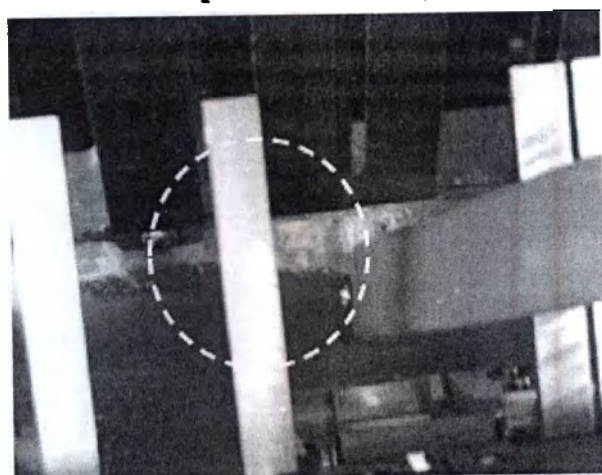

Рисунок 5R
5. Для очистки области, отмеченной С, используйте меньшую головку (сторона С) инструмента в области С. Перемещайте инструмент горизонтально, слегка толкая его (рис. 5R).